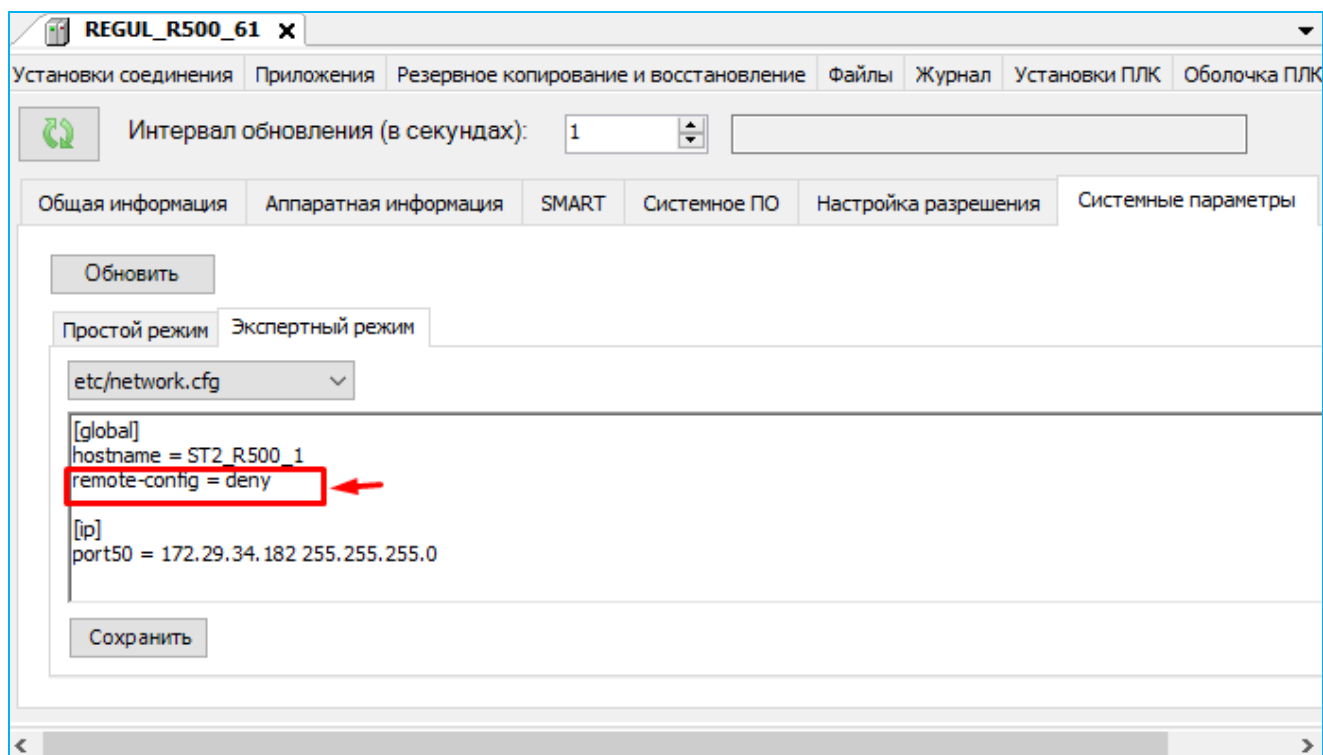

Рисунок 119– Снятие запрета на изменение сетевых настроек, вкладка экспертного режима
- либо на вкладке **Экспертный режим** выберите название каталога конфигурационного файла *etc/network.cfg* (см. «Приложение В»). Удалите строку, выделенную красным цветом и нажмите кнопку **Сохранить** (Рисунок 119).